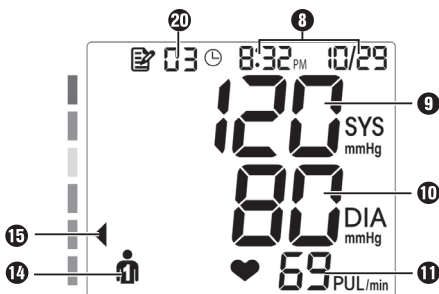

Fig. 1
- Una volta conclusa correttamente la misurazione, il manicotto **23** si sgonfia immediatamente. Sul display **1** compaiono i valori rilevati, ad es. come in fig. 1: